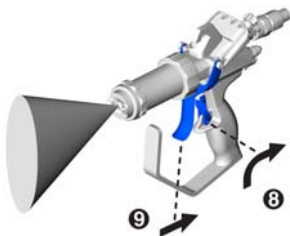

ABB. 29
9. Die Abzugssperre an der Pistole entriegeln. Siehe ABB. 29.
10. Den Abzug betätigen, um mit der Ausgabe zu beginnen. Siehe ABB. 29.